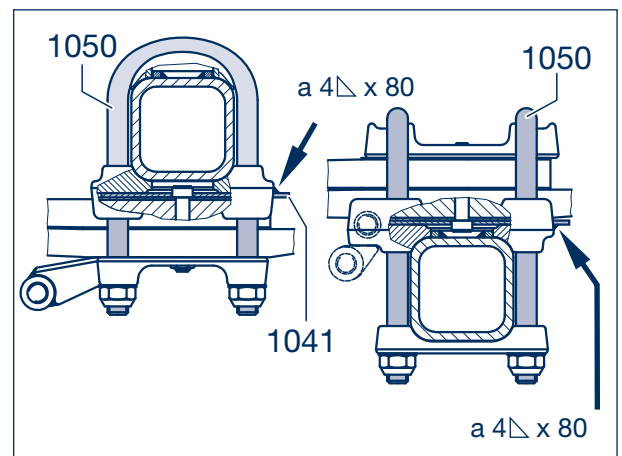

Рисунок 7
- [10] Снова приварить центрирующие пластины (если имеются) к опорным площадкам (рис. 7/стрелки).